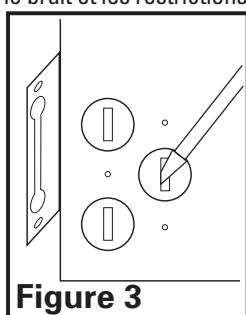

Figure 3
- Enlever l'alvéole défonçable à l'aide d'un tournevis plat (**Figure 3**).